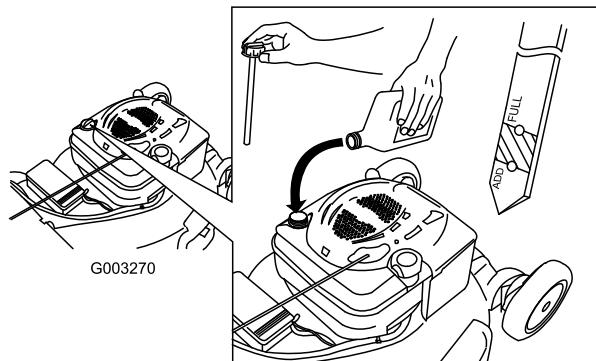

Figura 44
4. Vierta lentamente aceite en el tubo de llenado hasta que el nivel llegue a la marca Full de la varilla (Figura 44). **No llene demasiado.** (Capacidad máxima: 0,59 l, tipo: SAE 30, aceite detergente con clasificación de servicio API SF, SG, SH, SJ, SL o superior.)